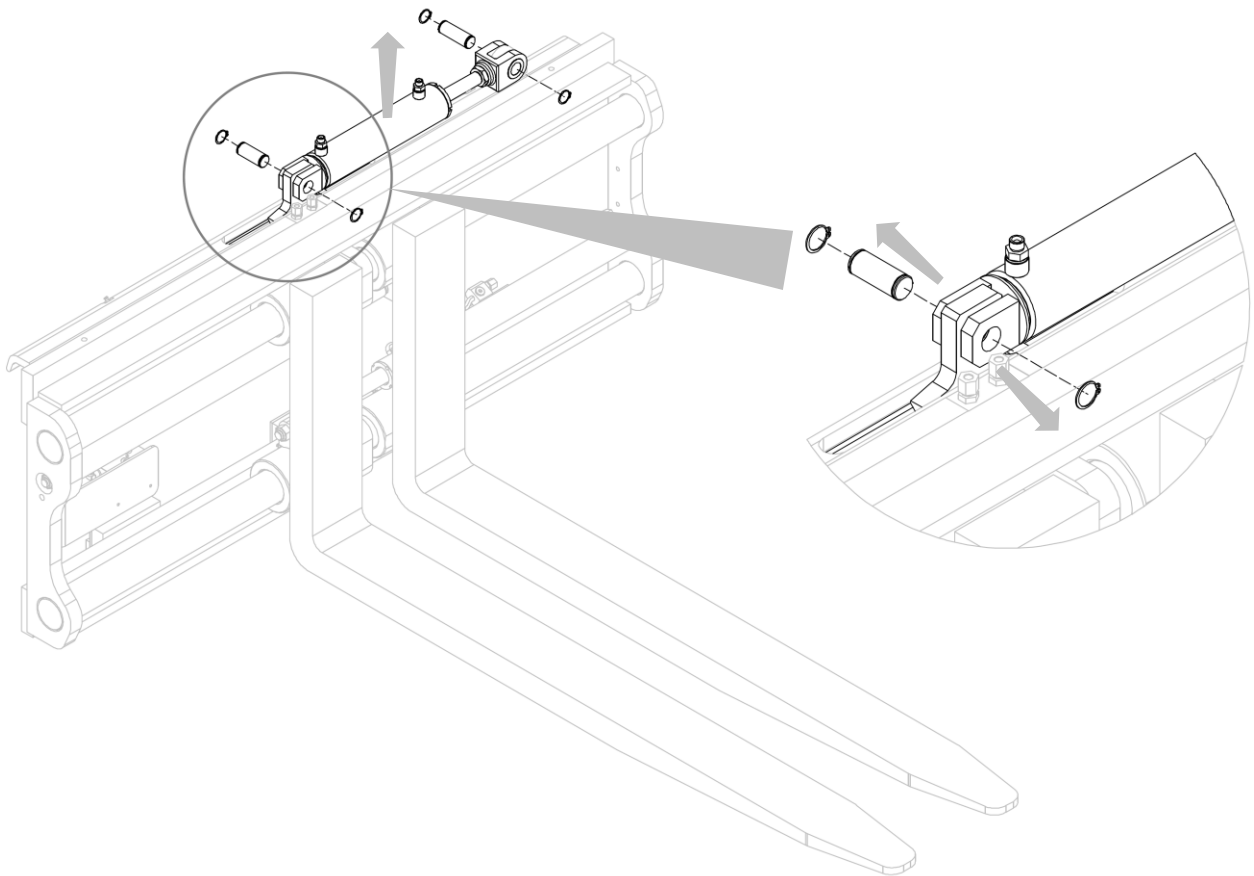

Figura 24
4. Prendere come riferimento la *Figura 24*.